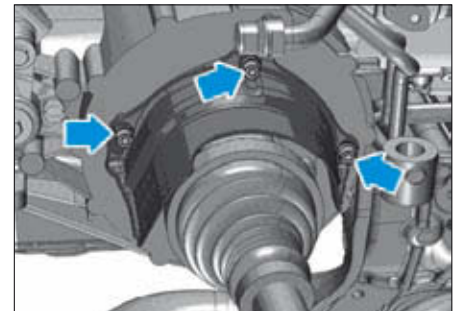

FIG. 17
- Déposer les vis (flèches) de la tôle pare-chaaleur de l'arbre de transmission droit (Fig.17).